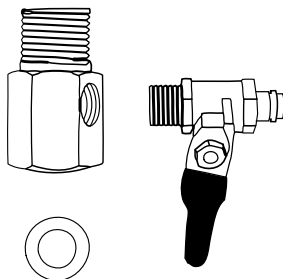

Рис. 3
2.1. Соберите узел подачи воды путем соединения шарового крана с тройником, как показано на **рис. 3**. Используя ленту ФУМ, вверните кран подачи воды в тройник. Будьте предельно осторожны при подсоединении крана — чрезмерное усилие повредит его резьбу. Используйте только гаечный или малый разводной ключ. Не используйте другие материалы для герметизации соединения.